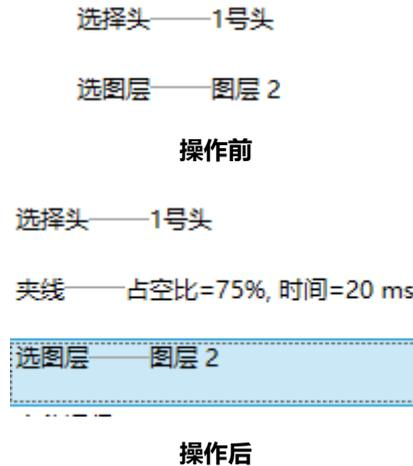

图 5.10.11a 缝纫头起始状态指令集操作示意
③添加完所有指令之后，如果有需要删改的，改变参数只需双击指令段即可弹出参数设置框。需要删除指令，只需选中指令段，点击删除按键即可。需要移动指令段，只需选中指令后，点击“↑”“↓”按键即可对指令段进行向上/下移动。
④最后点击确认，此默认指令集即会被保存，在点击指令处理之后，在缝纫头(1号头)的位置会默认加入这些指令。操作示意如下图 5.10.11a 所示。